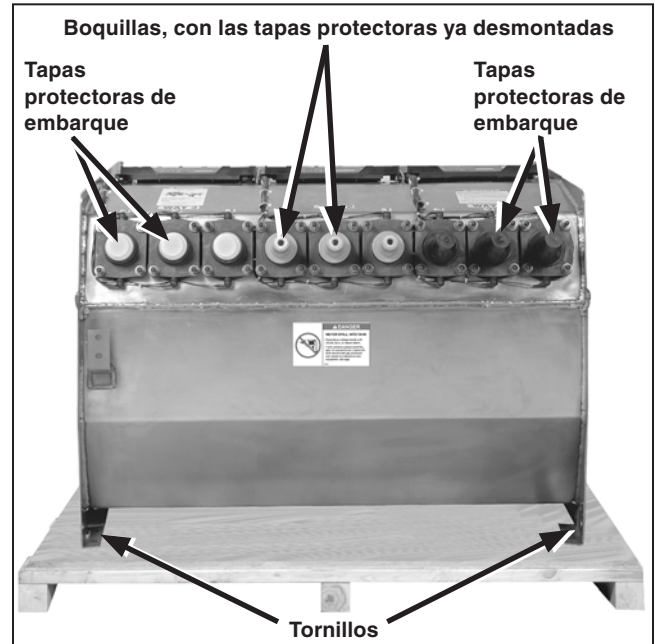

Figura 47. El interruptor va atornillado a la tarima en cuatro puntos para el embarque.
- PASO 1.** Desmonte el interruptor de su tarima y levante el equipo, respetando las medidas de seguridad que se dan en la sección “Manejo” de la página 29. Ver Figura 47.